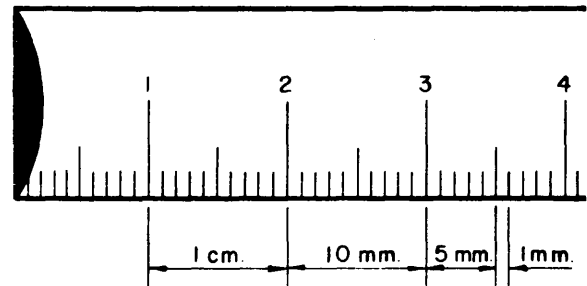

Fig. 1
El metro está graduado en cien (100 partes iguales llamadas centímetros y cada centímetro a su vez, está dividido en diez (10) partes iguales llamadas milímetros (fig. 1).